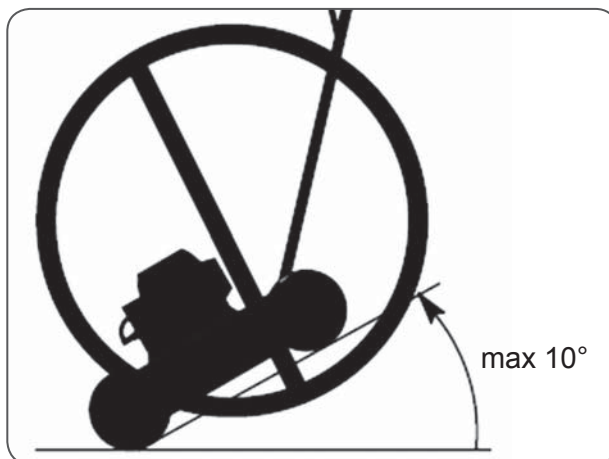

Рис.9
Перед началом работы отрегулируйте необходимую высоту кошения травы. Для этого отожмите рычаг (А) Рис.9, передвиньте и зафиксируйте его в одном из нужных положений. Убедитесь, что каждое колесо установлено на одинаковой высоте кошения.
**ВНИМАНИЕ!** При работе на склонах не допускается наклон газонокосилки более чем на  $10^\circ$  в любую сторону от горизонтальной плоскости (Рис.9).